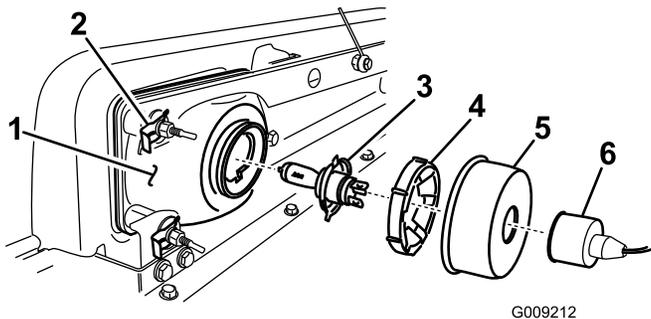

Bild 31
2. Nehmen Sie den Gummischutzüberzug ab (Bild 31).
2. Schieben Sie den Scheinwerfer nach vorne durch die Öffnung in der vorderen Stoßstange und entfernen Sie ihn (Bild 31).
3. Setzen Sie den neuen Scheinwerfer durch die Öffnung in der Stoßstange ein (Bild 31). Achten Sie darauf, dass die Ausrichtungsposten mit den Löchern in der Befestigungshalterung in der Stoßstange ausgefluchtet sind.